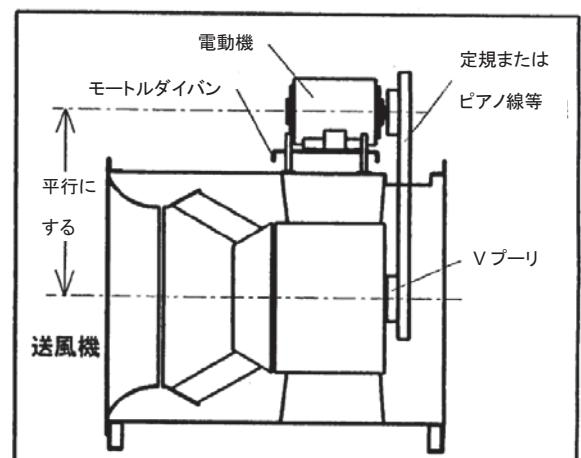

図6 芯出し方法
(1) 送風機側と電動機側のVブーリの外側端面に図6に示すように定規またはピアノ線等を当て、直線上にあるように確認、調整してください。
(2) 一般のVベルトの張力はVベルトの中間を指で押して、へこみ具合がVベルトの厚さ位なら適当です。